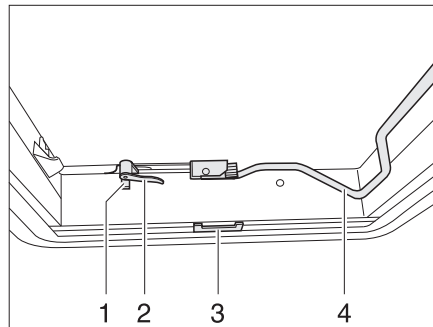
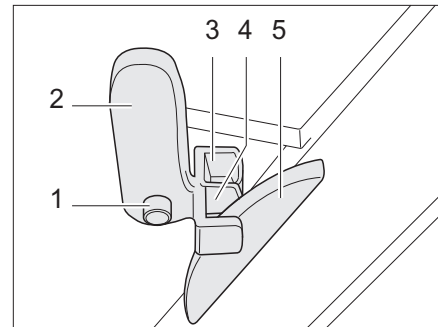

Fig. 46 Claraboya Heki, cerrada
Fig. 47 Claraboya Heki en posición de ventilación 1
*Abrir:* ■ Pulsar el botón de seguridad (Fig. 46,1) y girar la palanca de bloqueo (Fig. 46,2) un cuarto de vuelta hacia dentro.
■ Tirar hacia abajo de la horquilla (Fig. 46,4) para desbloquearla.
*Cerrar:* ■ Tirar hacia abajo de la horquilla (Fig. 46,4) para desbloquearla.
■ Girar la palanca de bloqueo (Fig. 46,2 y Fig. 47,2) un cuarto de vuelta. El saliente del bloqueo del techo (Fig. 47,5) debe encajar en la horquilla de bloqueo superior (Fig. 47,3).
- Presionar el botón de seguridad (Fig. 47,1) y girar hacia atrás la palanca de bloqueo (Fig. 47,2). El saliente del bloqueo del techo (Fig. 47,5) debe encajar en la horquilla de bloqueo inferior (Fig. 47,4).